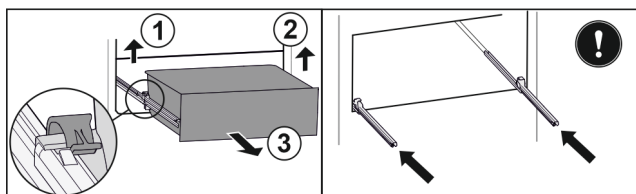

Fig. 89
- ▶ Løft venstre klemme og trekk samtidig skuffen fremover til venstre. Fig. 89 (1)
- ▶ Løft høyre klemme og trekk samtidig skuffen fremover til høyre. Fig. 89 (2)
- ▶ Ta ut skuffen framover. Fig. 89 (3)